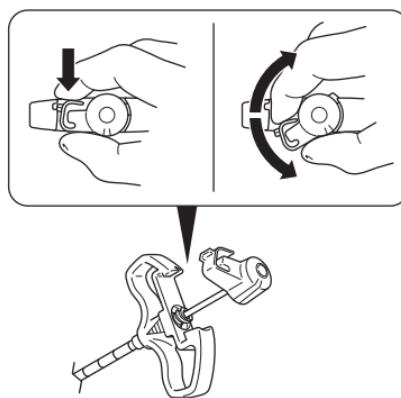

図2 - アクセス用カニューレからスタイルットを取り除く
4. スタイレットをロック解除し、アクセス用カニューレから取り外します(図2)。